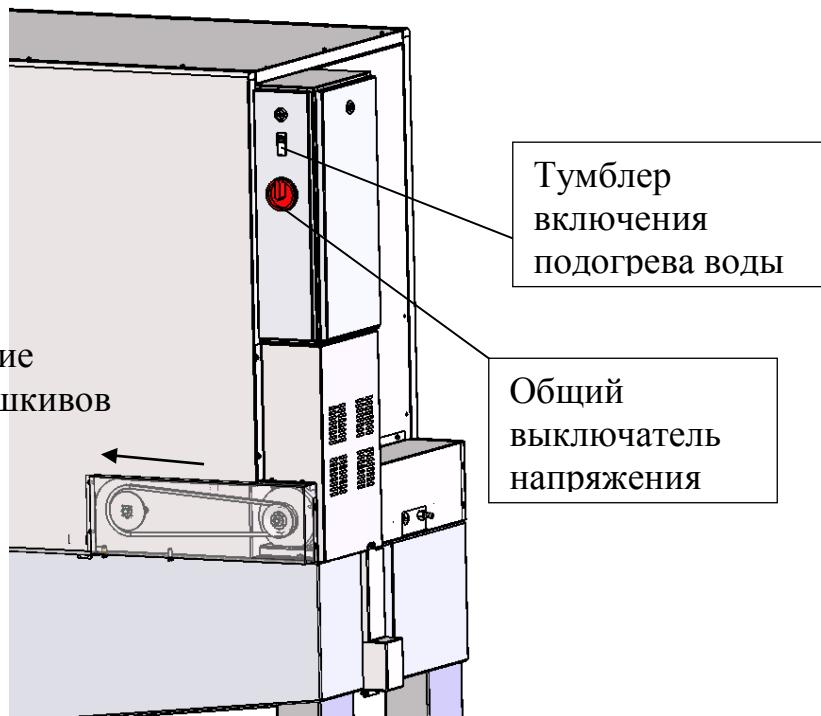

Рис. 6.
5.2. Изделие Торнадо комфорта-Н имеет возможность нагревать воду, для этого включить тумблер (рис. 6), расположенный на корпусе электротехнического шкафа и подогреть воду. При достижении температуры воды 40° нагревательный элемент отключится, температурное реле будет поддерживать требуемую температуру воды.